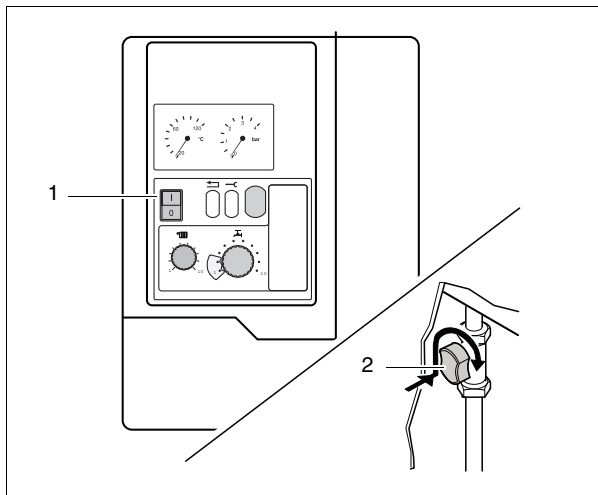

Fig. 12 Interruttore di rete, rubinetto d'intercettazione del gas
- Porre l'interruttore di rete (fig. 12, pos. 1) in posizione "0".
- Chiudere il rubinetto di intercettazione del gas: ruotare verso destra (fig. 12, pos. 2).